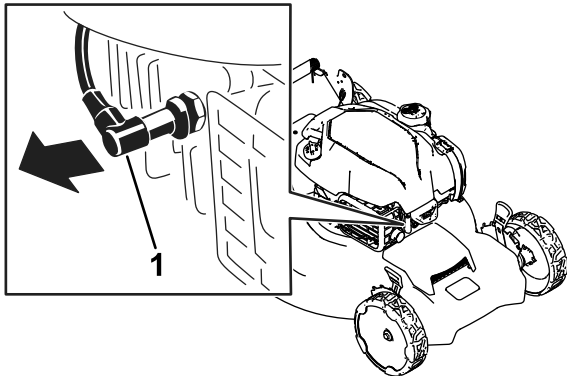

Figura 22
2. Desconecte el cable de la bujía (Figura 22).